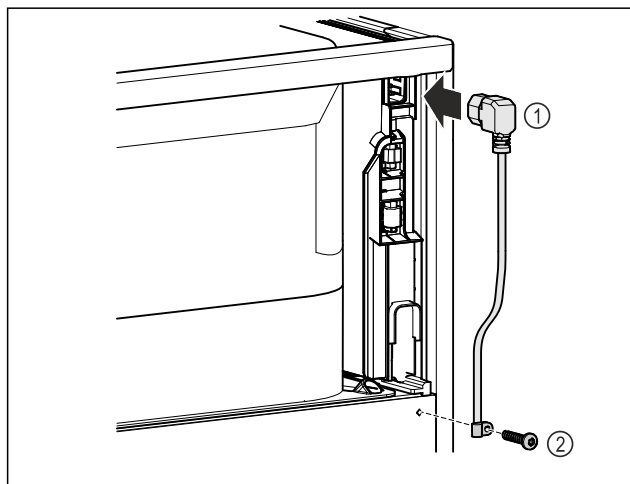

Fig. 8
- Zapojte zásuvku chladiaceho zariadenia sieťového prívodu Fig. 8 (1) na zadnej strane zariadenia.
- Namontujte odľahčenie od ťahu. Fig. 8 (2)